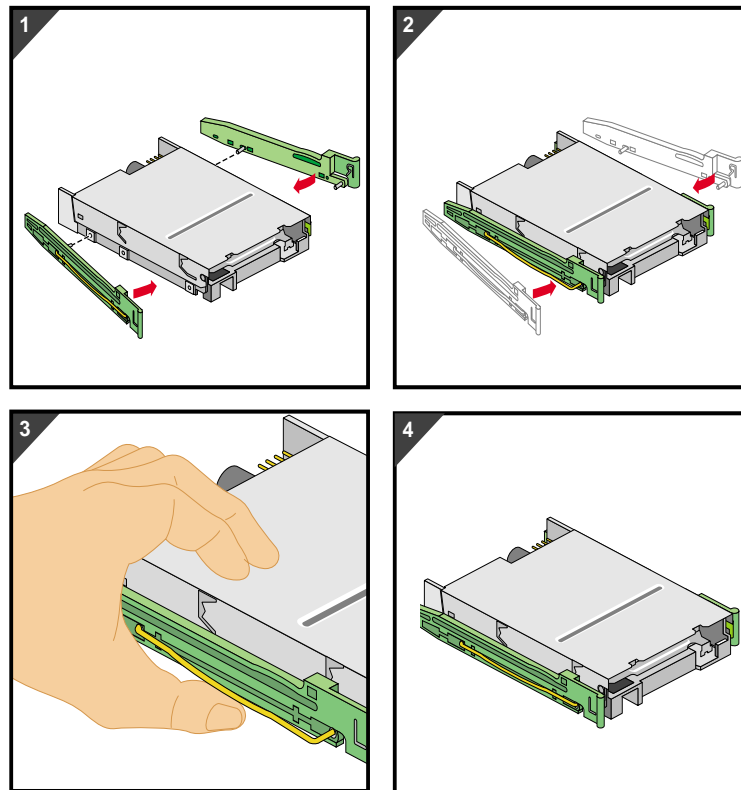

Figura 2-8 Montaje de rieles en unidades de 3,5 pulgadas
3. Los rieles de las unidades de 3,5 pulgadas no son intercambiables. Tienen una marca que indica a qué lado deben colocarse, 'R' (derecha) o 'L' (izquierda). Antes de montar los rieles en la unidad, verifique que el que tiene la marca 'L' esté a la izquierda y el de la marca 'R' a la derecha, como se muestra en la Figura 2-8.
4. Para montar un riel en la unidad, coloque un extremo de la presilla de fijación en el orificio correspondiente de la unidad. Presione con suavidad sobre el centro del riel hasta que el otro extremo de la presilla encaje a presión en su orificio. En la Figura 2-8 se muestra este procedimiento.
3. Los rieles de las unidades de 3,5 pulgadas no son intercambiables. Tienen una marca que indica a qué lado deben colocarse, ‘R’ (derecha) o ‘L’ (izquierda). Antes de montar los rieles en la unidad, verifique que el que tiene la marca ‘L’ esté a la izquierda y el de la marca ‘R’ a la derecha, como se muestra en la Figura 2-8.
4. Para montar un riel en la unidad, coloque un extremo de la presilla de fijación en el orificio correspondiente de la unidad. Presione con suavidad sobre el centro del riel hasta que el otro extremo de la presilla encaje a presión en su orificio. Compruebe que los conectores estén orientados hacia el exterior. En la Figura 2-8 se muestra este procedimiento.